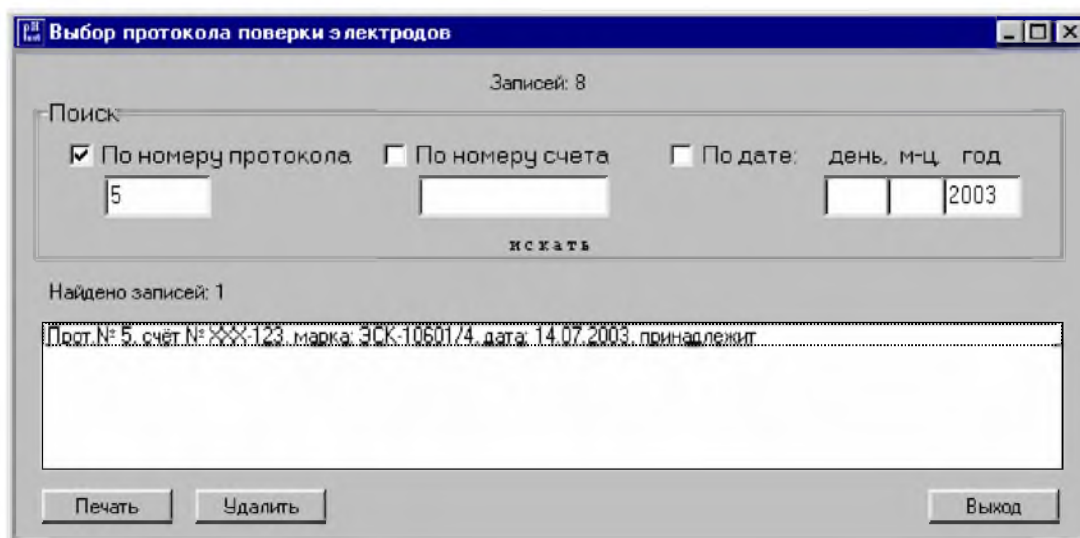
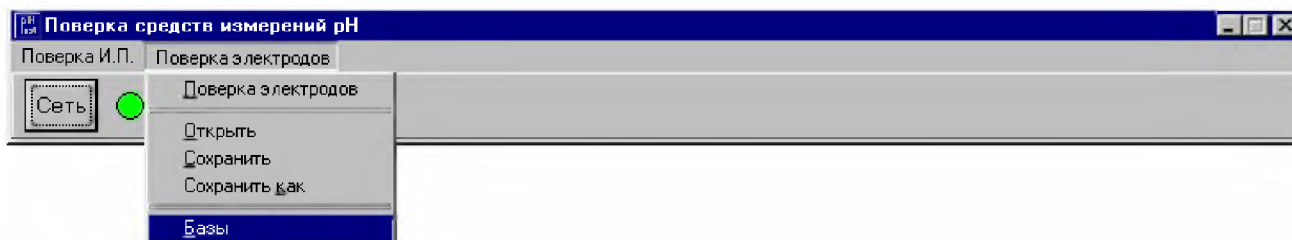

Рисунок 23
Рисунок 24
2.8.1 В меню **Поверка электродов** выберите пункт **Поверка электродов**, рисунок 24.
Для просмотра сохраненных на диске результатов, используется команда **Открыть** в меню **Поверка электродов**, рисунок 24. После выбора файла открывается диалоговое окно (рис. 23), позволяющее найти в данном файле необходимый протокол по его номеру, номеру счета или по дате. В окне выводится список всех протоколов, удовлетворяющих условиям поиска.
2.8.6 Для пополнения и редактирования баз данных электродов в меню **Поверка электродов** выберите пункт **Базы**, рисунок 24. Откроется диалоговое окно **Просмотр и пополнение баз данных для электродов** (рис. 25).